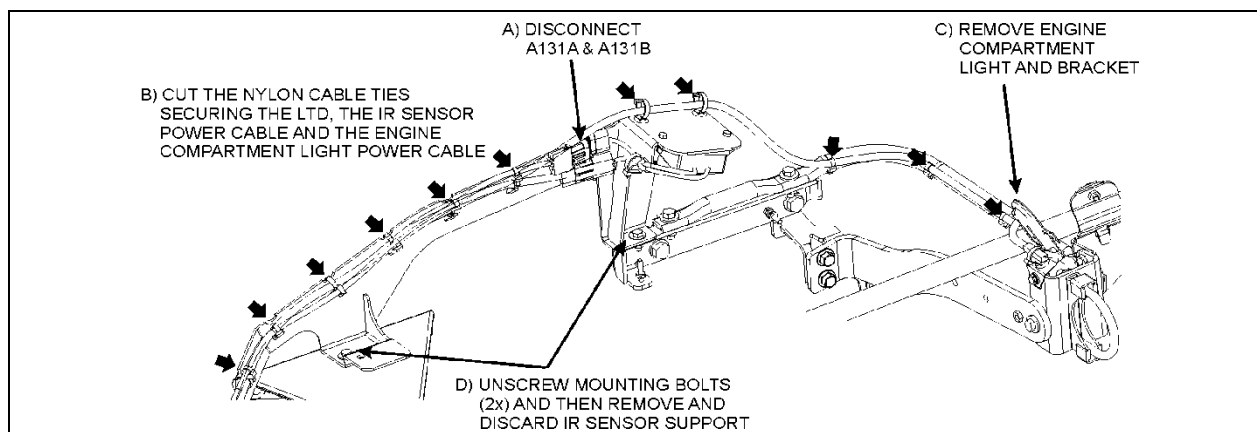

FIGURE 12
- 2) Débrancher les connecteurs A131A & A131B au capteur optique (A, FIGURE 12).
- 3) Couper les attaches de nylon le long du support et couper les attaches de nylon qui fixent le fil d'alimentation de la lumière du compartiment moteur (B, FIGURE 12).
- 4) Retirer et jeter la lumière du compartiment moteur et son support (C, FIGURE 12).
- 5) Retirer et jeter le support du capteur optique (D, FIGURE 12).